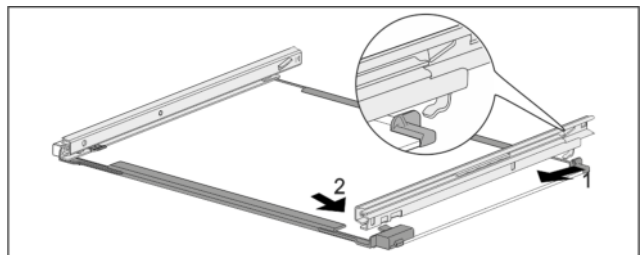

Fig. 114 Glasplatte mit Schienen
- ▶ Schiene hinten einhaken. Fig. 114 (1)
- ▶ Schiene vorne einrasten. Fig. 114 (2)